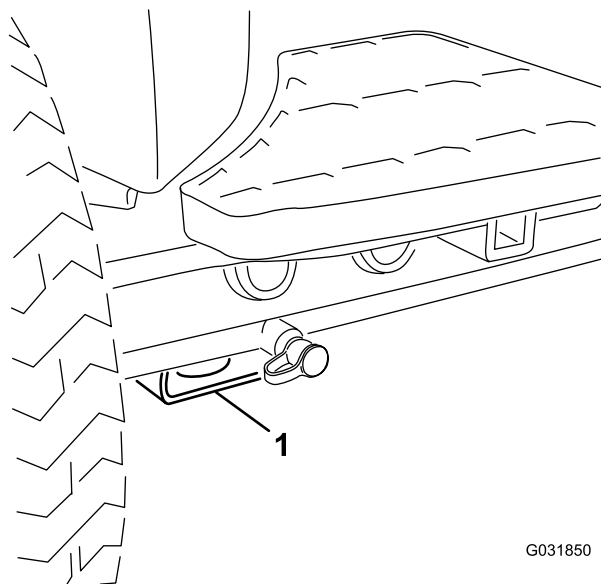

Figura 44
- **Parte anteriore della macchina** – supporto rettangolare, sotto il tubo dell'assale, all'interno delle ruote anteriori (Figura 44).